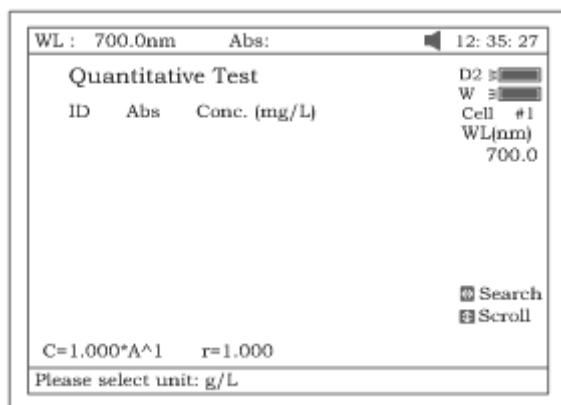

Рис. 27.
- Нажмите клавишу [F1] и установите нужную единицу измерения концентрации (рис.27).(см. подробно в п.10.3).